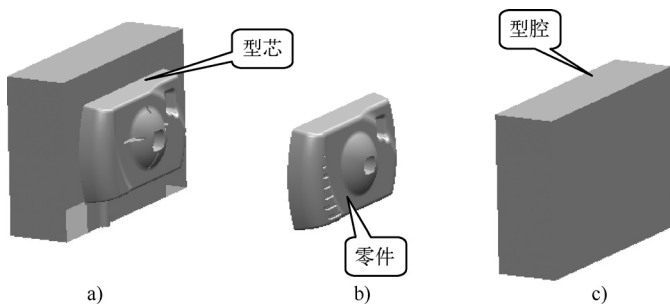

图 10-34 零件模型和分模后的型芯、型腔
打开本书提供的素材文件“10.5.1SC.S LDPRT”，使用本章介绍的自动分模工具，对模型执行分模操作，创建型芯和型腔，如图 10-34 所示。
STEP 6 通过与 **STEP 5** 相同操作将型腔部分向相反方向移动即可，最终效果如图 10-34 所示。